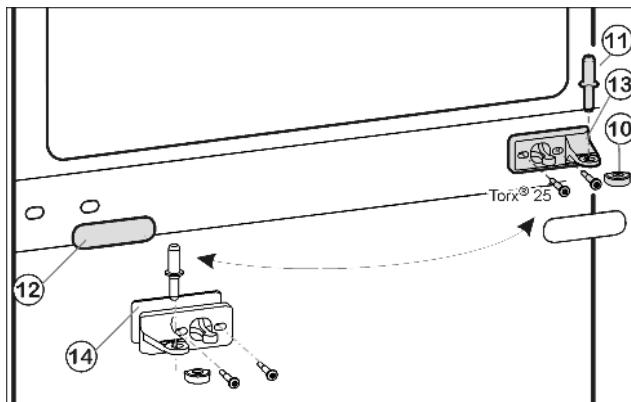
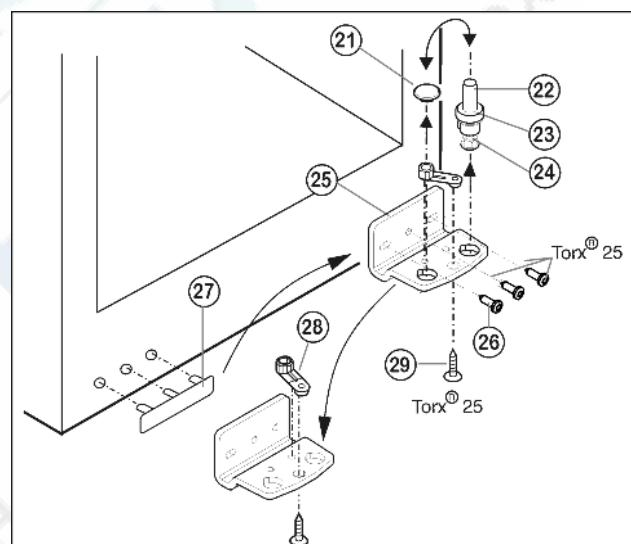

Fig. 5
Fig. 6
- ▶ Вытащите из опорного кронштейна и нижней дверцы средний опорный винт Fig. 5 (11).
- ▶ Снимите пластмассовый колпачок Fig. 5 (10).
- ▶ Открутите средний опорный кронштейн Fig. 5 (13) (2 шт. Torx® 25).
- ▶ Осторожно снимите накладку Fig. 5 (12).
- ▶ Прикрутите средний опорный кронштейн Fig. 5 (13) с подкладкой Fig. 5 (14) с поворотом на 180° на новую сторону шарнира (с моментом 4 Нм).
- ▶ Защелкните накладку Fig. 5 (12), повернув на 180 °, на стороне, где теперь будет ручка.
- ▶ Извлеките опорный винт Fig. 6 (22) в комплекте с шайбой Fig. 6 (23) и регулируемой опорой Fig. 6 (24), вытягивая его вверх.
- ▶ Снимите пробку Fig. 6 (21).
- ▶ Открутите Fig. 6 (26) опорный кронштейн Fig. 6 (25).
- ▶ Открутите Fig. 6 (29) опорную деталь Fig. 6 (28) и, переставив в отверстие на противоположной стороне опорного кронштейна, снова прикрутите.
- ▶ Осторожно снимите и переставьте на противоположную сторону крышку со стороны ручки Fig. 6 (27).
- ▶ Снова прикрутите опорный кронштейн Fig. 6 (25) на новой стороне шарнира (с моментом 4 Нм). При необходимости используйте аккумуляторный шуруповерт.
- ▶ Переставьте пробку Fig. 6 (21) в свободное отверстие.
- ▶ Вновь установите опорный винт Fig. 6 (22) в комплекте с шайбой и регулируемой опорой. При этом фиксатор должен быть направлен назад.
- ▶ Установите нижнюю дверцу сверху на нижний опорный винт Fig. 6 (22).
- ▶ Снова наденьте пластмассовый колпачок Fig. 5 (10) на средний опорный кронштейн Fig. 5 (13).
- ▶ Вставьте средний опорный винт Fig. 5 (11) на новой стороне шарнира через средний опорный кронштейн Fig. 5 (13) в нижнюю дверцу.
- ▶ Установите верхнюю дверцу на средний опорный винт Fig. 5 (11).
- ▶ При необходимости выровняйте дверцы через два продольных паза в нижнем опорном кронштейне Fig. 6 (25) и среднем опорном кронштейне Fig. 5 (13) параллельно корпусу устройства. Для этого выкрутите средний винт на нижнем опорном кронштейне Fig. 6 (25).